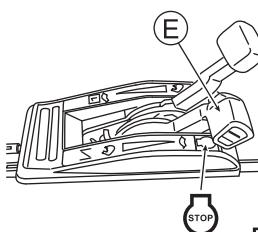

Fig. 20
- Pour interrompre la tonte à mi-chemin ou pour finir la tonte, remettez le Levier d'embrayage (B) et le Levier de la lame (C) en position initiale, puis placez la Manette des gaz (E) en position "STOP" pour arrêter le moteur. (Voir Fig. 20)